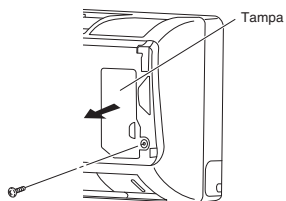

Fig. 3-49
- Retire o parafuso na placa da tampa lateral direita e abra a tampa. (Fig. 3-49)